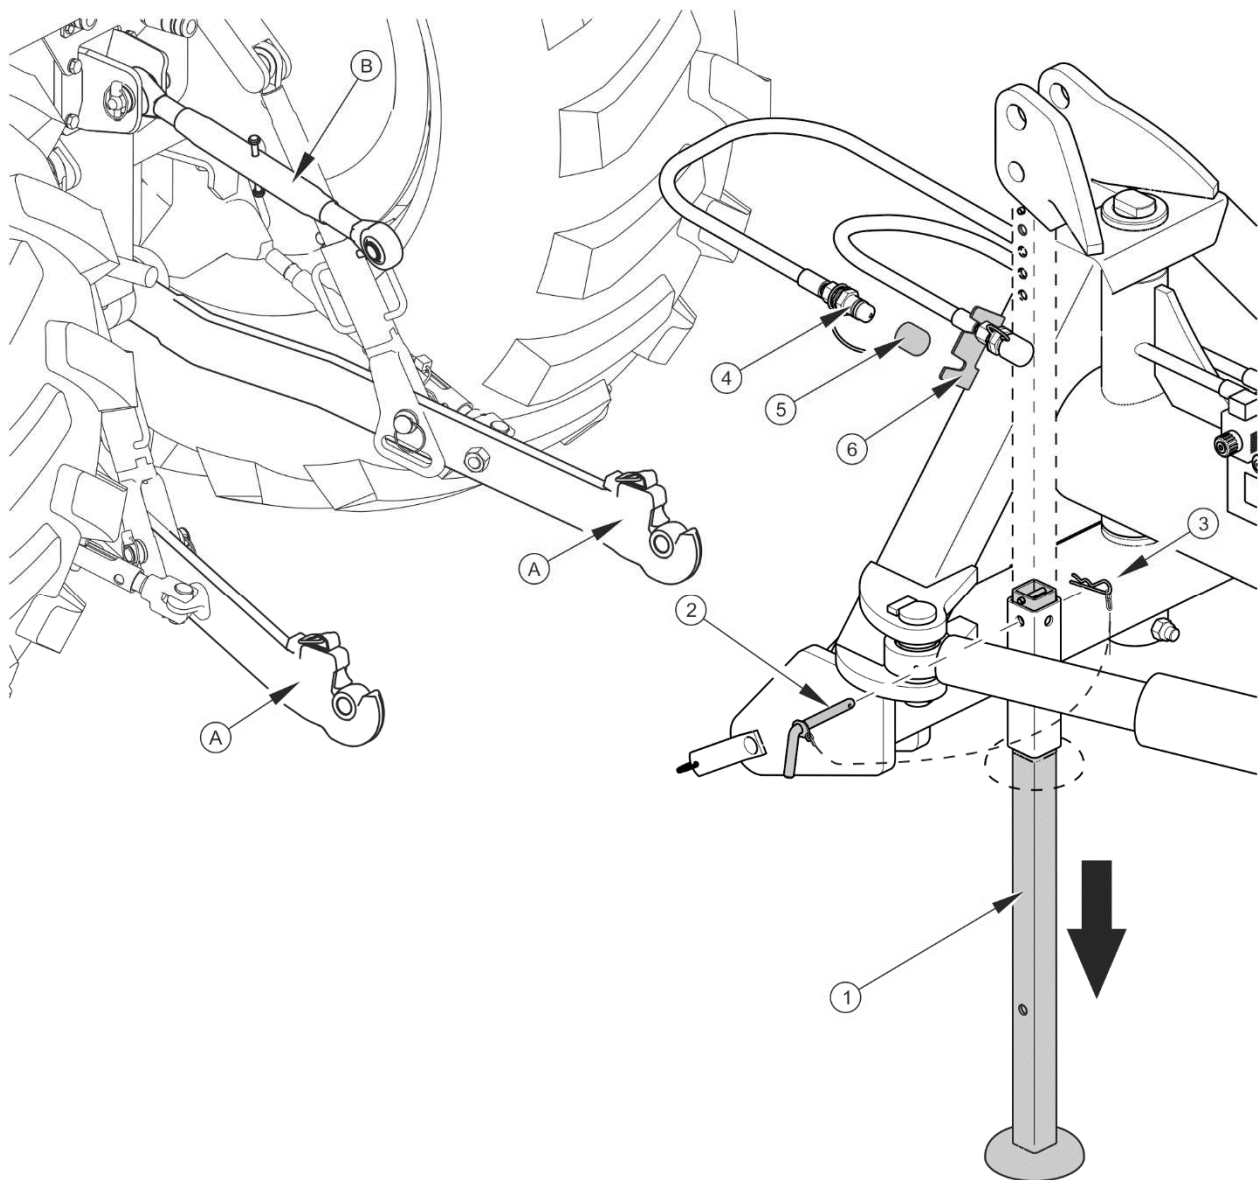

ABB. 4.6 Herablassen des Stützfußes
- Bei angehobenem Grader den Splint (3) herausziehen und den Stift (2) herausnehmen - (ABBILDUNG 4.6),
- Den Stützfuß (1) herausziehen, mit dem Stift (2) arretieren und dem Splint (3) sichern.
- Ziehen Sie die Stecker (4) der Hydraulikleitungen und das Kabel der Elektroinstallation mit dem 3-poligen Stecker heraus,
- Die Stecker (4) mit den Schutzabdeckungen (5) sichern und in die Halterung (6) einsetzen,
- Den Oberlenker (B) und die Unterlenker (A) des Schleppers abtrennen und von der Maschine wegfahren.